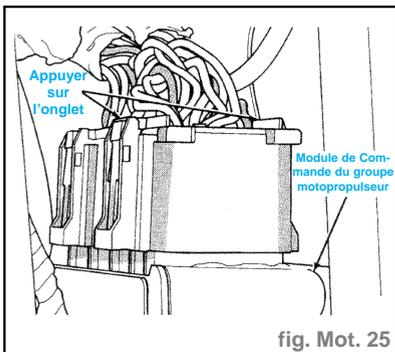

fig. Mot. 25
- vérifier les connecteurs électriques à 40 voies au module de commande du groupe motopropulseur (PCM) (fig. Mot. 25) pour découvrir des dégâts ou des bornes écartées. Vérifier que les connecteurs sont complètement engagés dans les douilles du PCM. Vérifier que les fils ne sont pas étirés ou sortis du connecteur,